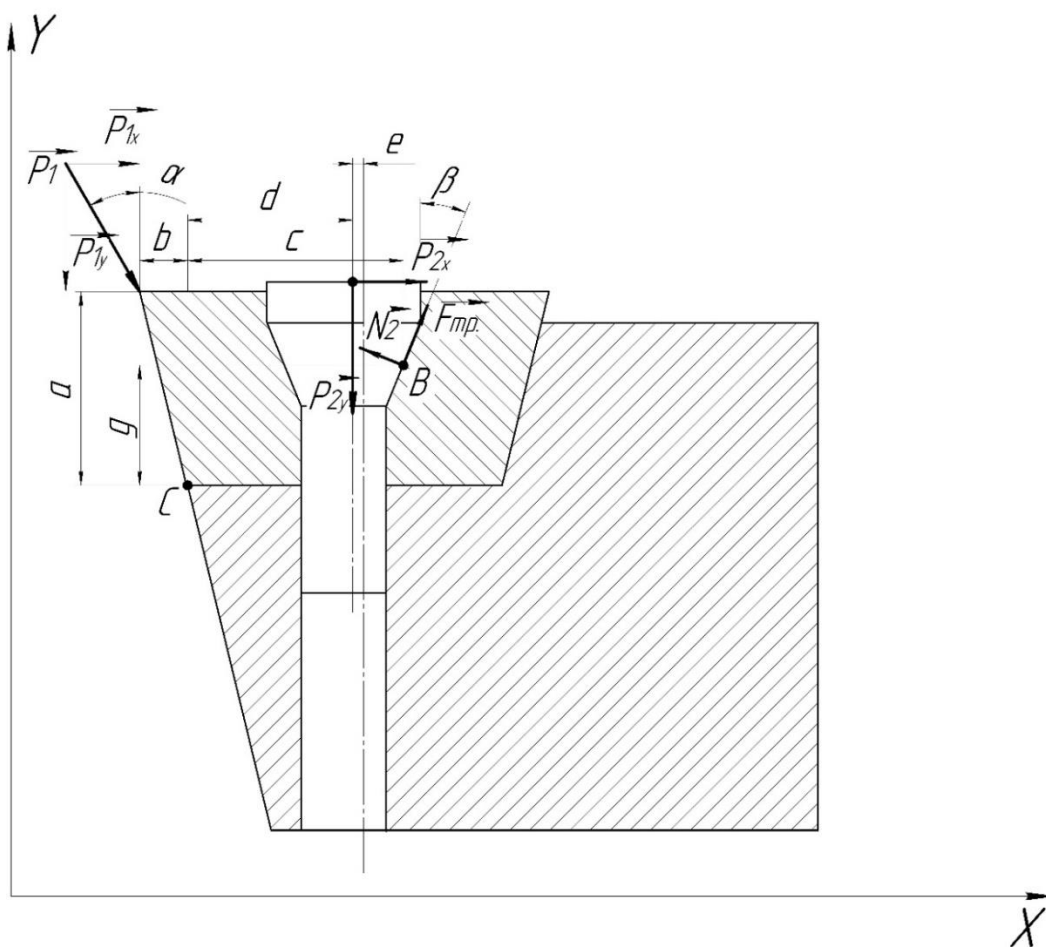

Рис. 8
На участке обработки деталей для 3D-принтера, где работает выпускник, возникла проблема отказа конструктивных элементов режущего инструмента (рис 7). Высокие механические напряжения служили причиной разрушения режущей пластины токарного проходного резца, так как момент затяжки винта был чрезмерным. Сменная режущая пластина токарного проходного резца (2) крепится в державке резца (1) с помощью винта (3), который ввинчивается в державку. Прижим пластины к державке осуществляется за счет того, что головка винта имеет смещение (эксцентриситет)  $e$  относительно резьбовой части винта. Чем больше величина  $e$ , тем больше сила прижима пластины винтом к державке. Для определения величины смещения  $e$ , необходимо знать величину силы прижима винта к пластине. Упрощенная расчетная схема представлена на рис. 8. На пластину действует сила резания  $P_1$ , которая стремится опрокинуть пластину относительно точки С. Рассматривая пластину (2) как рычаг, качающийся относительно точки С, **требуется определить минимальную силу закрепления  $P_2$** , действующую со стороны винта на пластину, если известна сила резания  $P_1=500$  Н, а размеры плеч приложенных сил относительно точек С и В равны: